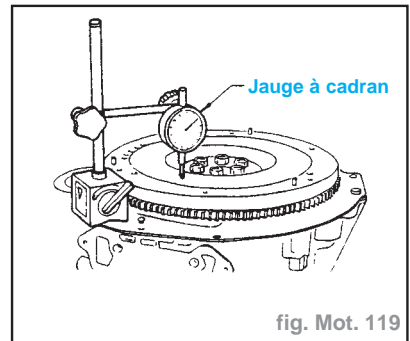

fig. Mot. 119
- Voile (indication totale du comparateur) (fig. Mot. 119) moins de **0,15 mm**